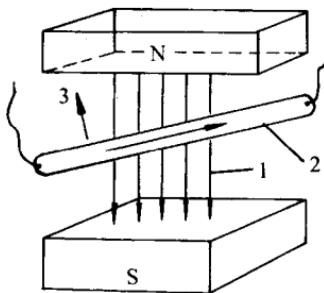
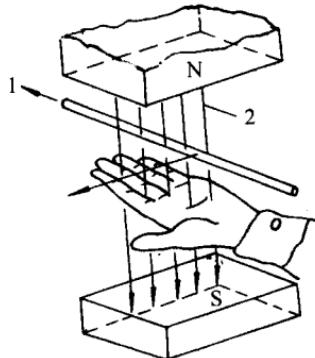

图 1-5 磁场对通电导体的作用
图 1-6 受力方向的判断
(2) 磁场对通电导体的作用。如图 1-5 所示, 一根通电导线置于磁场中, 当它在磁场中所处位置不与磁力线相平行时, 将受到磁场的一个推动导线运动的力( $F$ )的作用, 导线的受力方向( $F$ )按左手定则判断。如图 1-6 所示, 左手伸开, 四指并拢,